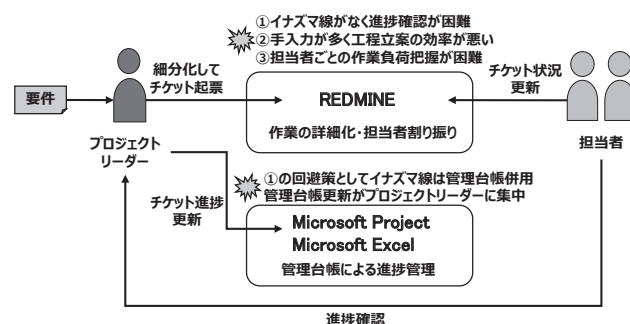

図1. 工程管理の問題点
回避策として、Microsoft ProjectやExcelの管理台帳を併用したが、ライセンス数により利用者が限られること、管理台帳を複数人で並行して更新することが難しいことから、プロジェクトリーダーに入力業務が集中し、工程の組替え作業に対応できない状況となった。(図1の①)
(2) 工程立案時の作業効率低下
各チケットが独立しているため、工程を見直す場合には、全てのチケットに対して、担当者、開始日、及び終了日を手入力する必要があり、作業効率が低下した。(図1の②)
(3) 担当者ごとの作業負荷の把握が困難
工程立案時には、担当者の負荷状況を考慮しながら工程を調整するが、Redmineには担当者ごとの負荷を集計する機能はない。(図1の③)